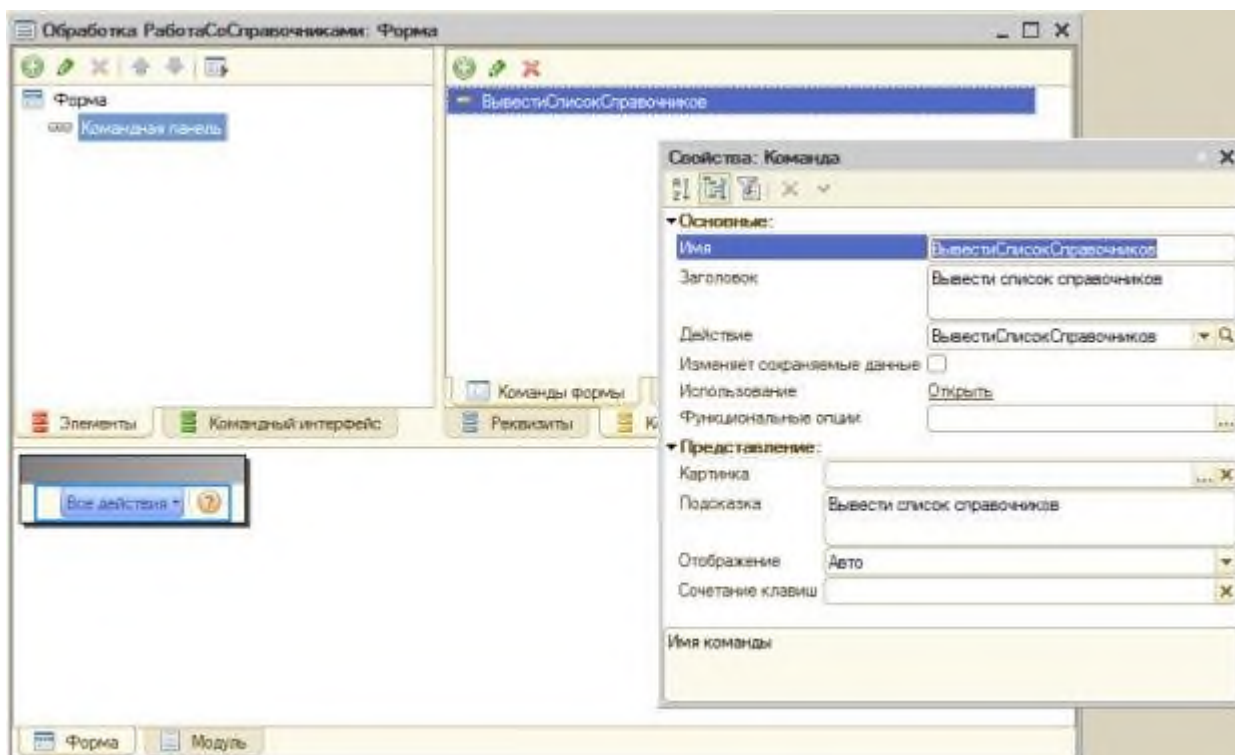

Рисунок 8.4- Настройка команды
4. Список команд формы пуст – нам нужно создать собственную команду. Наждем на кнопку **Добавить** в верхней части панели **Команды формы**, назовем ее **ВывестиСписокСправочников**, в окне свойств команды наждем на кнопку с увеличительным стеклом в поле свойства **Действие** – в модуле формы будет создана процедура для этой команды, Рисунок 8.4.